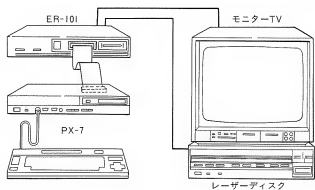

図9.1 接続
1. ER-101の接続はPX-7と図9.1のように行なう。